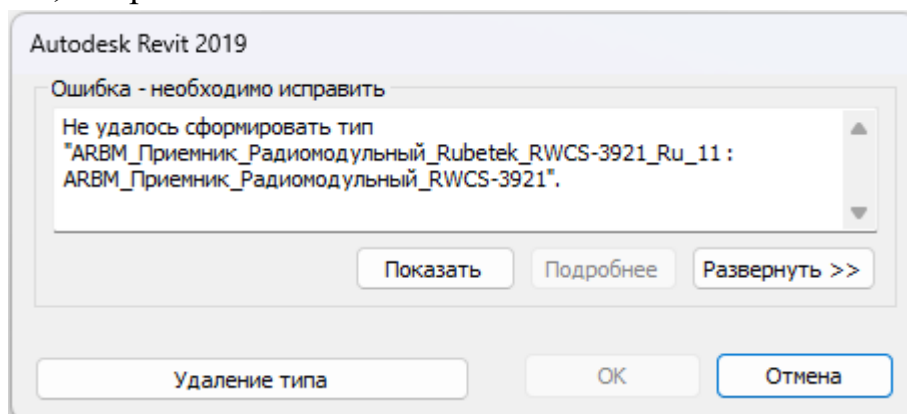

Рис. 3. Ошибка при смещении УГО на радиус более 1000 мм, относительно точки вставки семейства.
4. **ВАЖНО для корректной работы семейства:** Радиус смещения УГО относительно точки вставки семейства должен быть не более 1000 мм, иначе возникнет ошибка, см. рис. 3.